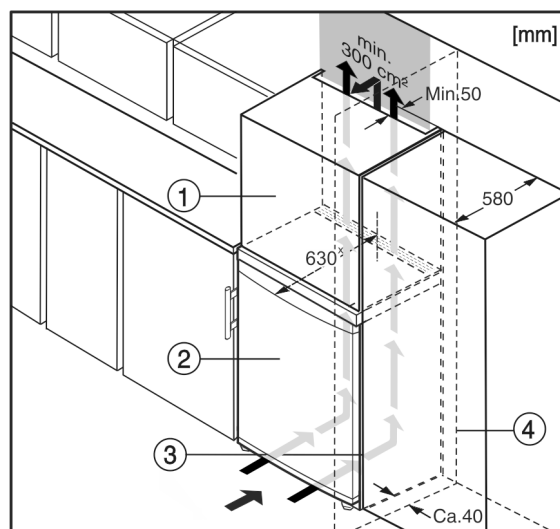

Fig. 6
- (1) Nastavná skříňka*
- (2) Příklad*
- (3) Kuchyňská skříň*
- (4) Stěna*
Přístroj lze zabudovat do kuchyňských skříní. K vyrovnání přístroje Fig. 6 (2) na výšku kuchyňské linky lze na přístroj nasadit nástavec Fig. 6 (1).
Při montáži do kuchyňských skříní (hloubka max. 580 mm) lze přístroj instalovat hned vedle kuchyňské skříně Fig. 6 (3). Přístroj přesahuje přední stěnu kuchyňské skříně na stranách o 34 mm * a uprostřed o 50 mm *.
Když se přístroj instaluje závěsy vedle stěny Fig. 6 (4), musí být vzdálenost přístroje od stěny alespoň 40 mm. To odpovídá přesahu madla při otevřených dveřích.*